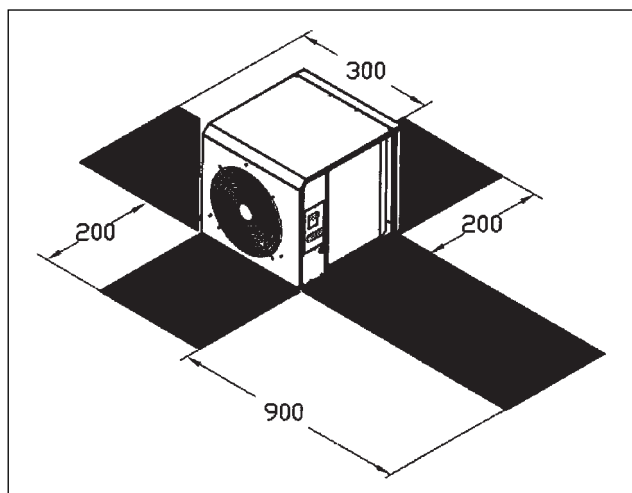
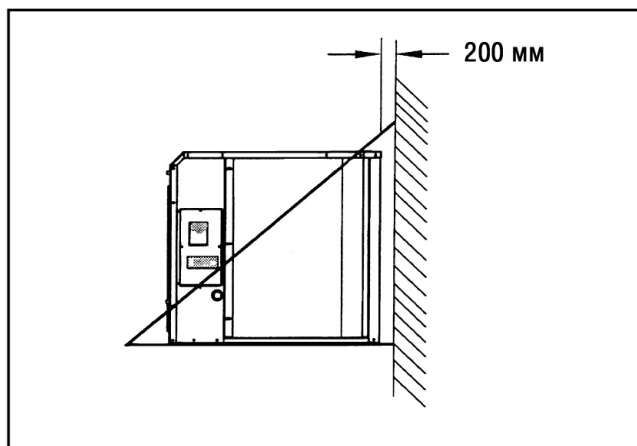

Рис. 2 Свободное пространство вокруг компрессорно-конденсаторного блока
Рис. 5 Настенный монтаж
2. Установка на стену: Приобретите крепежный кронштейн, достаточно прочный, чтобы выдержать вес блока (рис. 5). При монтаже соблюдайте минимальные расстояния от блока до других предметов и стен (рис. 2).